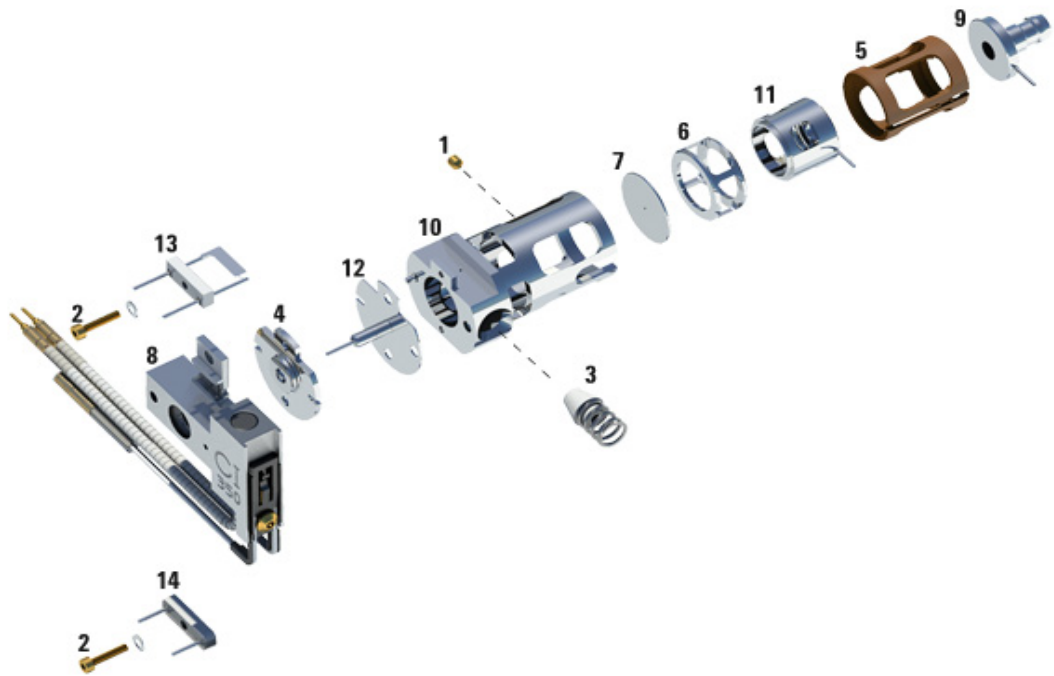

Abb. 25 Zusammenbauen der CI-Ionenquelle
- 2 Setzen Sie die Einschubplatte und den Einschubzylinder in das Quellengehäuse ein (Abbildung 25 auf Seite 177).
Tabelle 30 Teileliste der CI-Ionenquelle (Abb. 25)